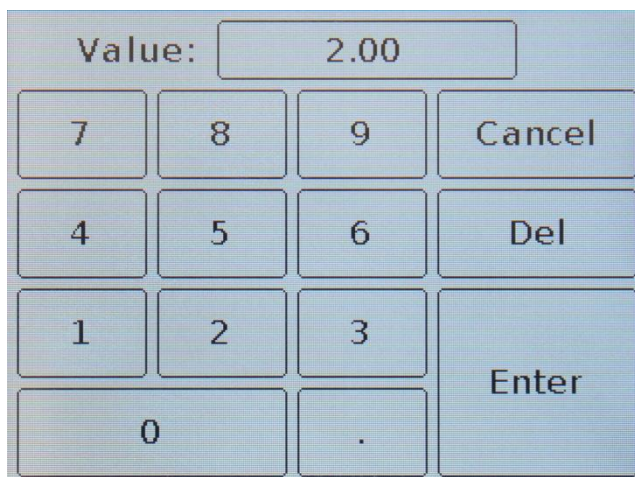

Рисунок 9.21 – Ввод числового значения отображаемой пороговой линии КСВ
9.8.4. Чтобы изменить значение отображения уровня пороговой линии КСВ, нажмите на числовое значение **Value**, и в появившемся подменю (Рисунок 9.21) введите числовое значение в диапазоне от 1,01 до 9,00.